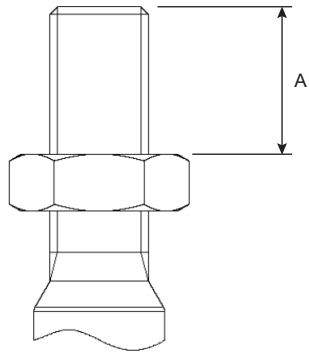

Fig. 7 Aansluiting van de schroefdraad
- Stel de borgmoer van de klepsteel in op de juiste afstand van de schroefdraad maat "A" (fig. 7 en Tabel 3) voor de betreffende combinatie van klep en servomotor en draai de klepadapterbus op de borgmoer.